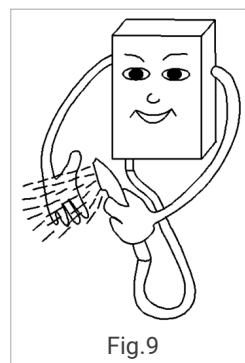

Fig.9
- (1) Tournez le bouton de réglage du débit d'eau pour contrôler le débit et la température de l'eau débit d'eau et sa température.
- (2) Tournez le bouton de réglage du gaz pour contrôler la flamme du brûleur et contrôler ainsi la température de l'eau chaude.
- (3) Fermez le robinet de sortie d'eau chaude et l'appareil s'arrêtera automatiquement s'arrêtera automatiquement.
- Testez la température de l'eau avec votre main avant la douche, afin d'éviter les brûlures (Fig.9).